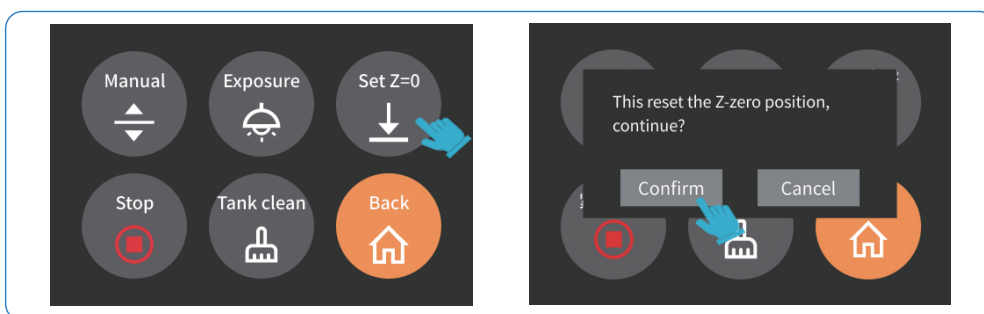

Abbildung 10
4. Kehren Sie dann zum vorherigen Menü zurück und tippen Sie auf **Set Z=0**. Tippen Sie im Bestätigungsfenster auf **Confirm**. Die aktuelle Position der Z-Achse wird damit als neue Ausgangshöhe der ersten Druckschicht gespeichert (siehe Abb. 10).